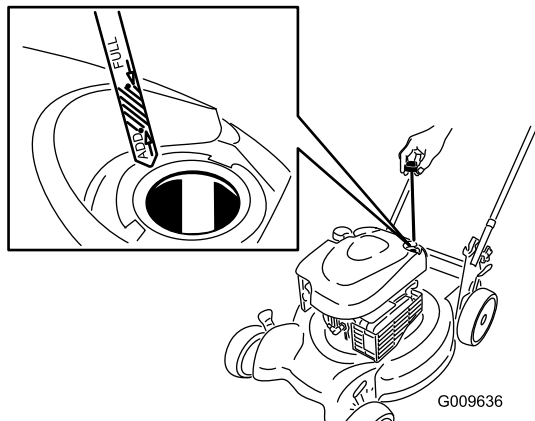

Figura 21
2. Retire la varilla (Figura 21).
4. Vierta **lentamente** aceite en el tubo de llenado hasta que el nivel llegue a la marca "**Full**" (lleno) de la varilla (Figura 21). **No llene demasiado.** (Capacidad máxima: 0,59 l (20 onzas), tipo: SAE 30, aceite detergente con clasificación de servicio API SF, SG, SH, SJ, SL o superior.)